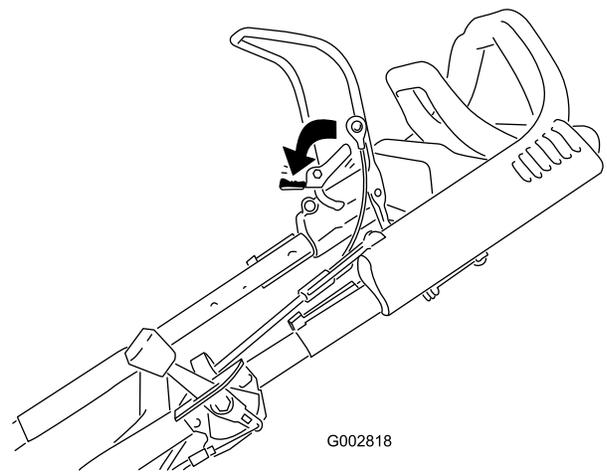

Figure 15
1. Poussez le verrou de la barre de commande en avant (Figure 15).